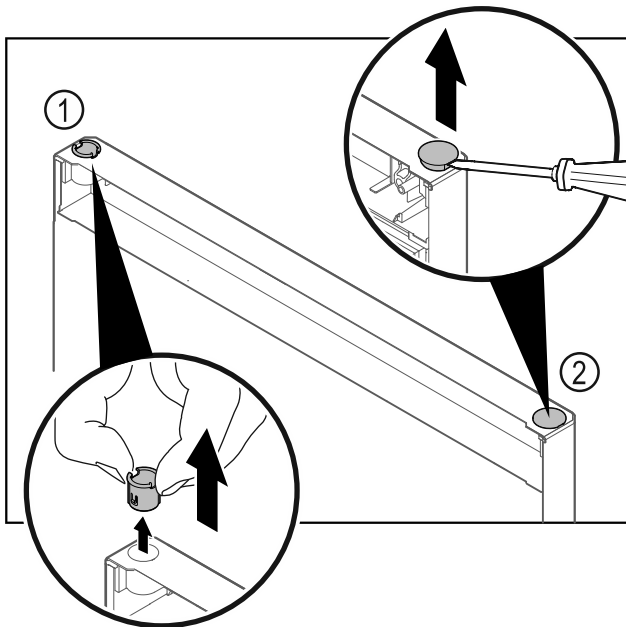

Fig. 18
- Vedä saranaholkki Fig. 18 (1) sormin pois.
- Kohota suojanastaa Fig. 18 (2) varovasti uraruuvimeis-